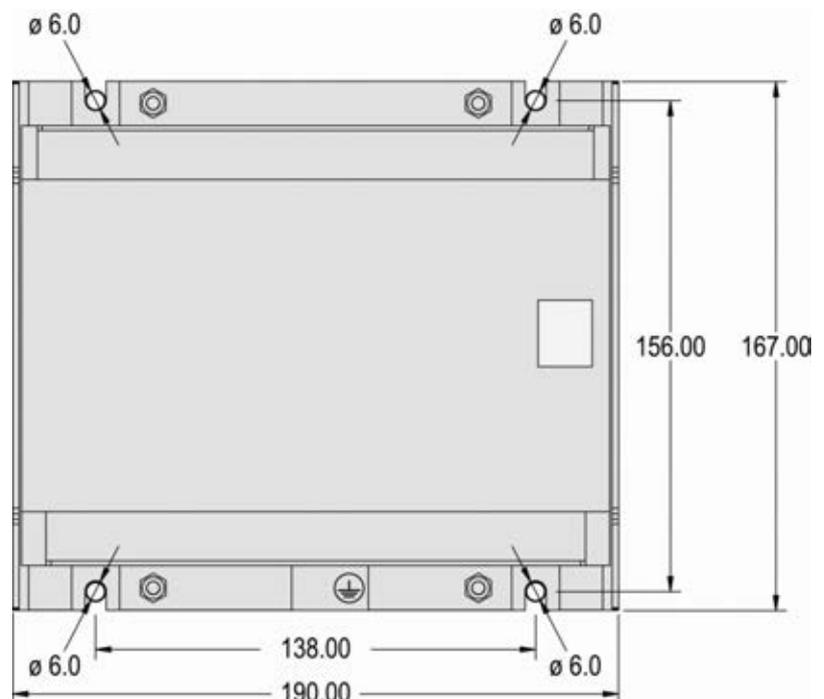

Abb. 8: Blechgehäuse - Bohrschema
1. Bohren Sie die Löcher entsprechend den Abmessungen in Abb. 8 (Abmessungen in mm dargestellt).